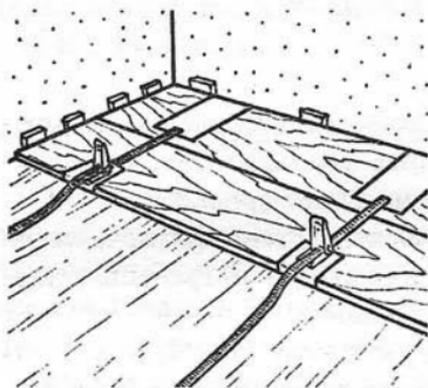

Рис. 42. Использование натяжных ремней
8. После того как новый ряд половиц подогнан, его гребни намазывают клеем и стягивают с предыдущим натяжными ремнями (рис. 42).